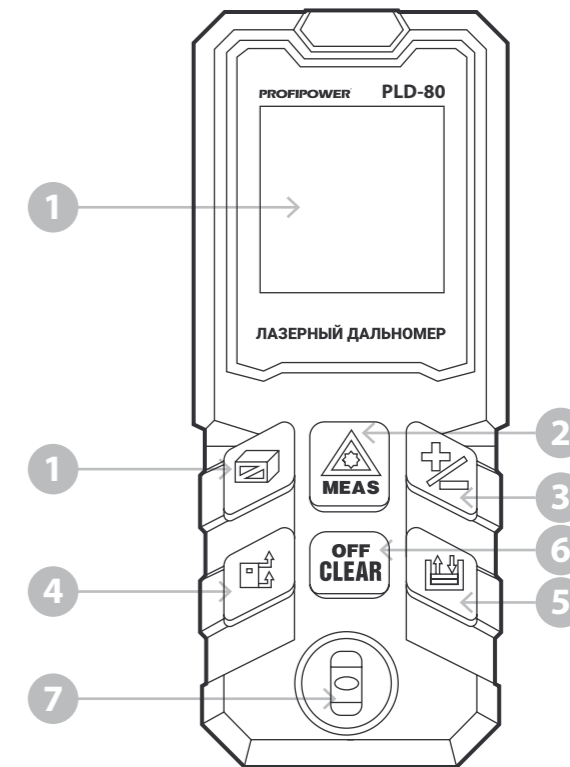

Рисунок 1.5. Устройство инструмента
1. Включите прибор нажатием на кнопку «2» (рисунок 1.5), на дисплее отобразится символ батареи и все четыре строки дисплея в виде прочерков.
Длительно нажмите кнопку «4», (рисунок 1.5), чтобы переключить единицы измерения. m (метры), ft (футы), in (дюймы).
Включите прибор. Нажмите на кнопку «2» (рисунок 1.5) - включится лазерный целеуказатель и на дисплее высветится результат измерения.
Эта функция позволяет пользователю измерять максимальное или минимальное расстояние от точки измерения. Например, измерьте разницу между диагональным расстоянием (максимальное значение измерения) или горизонтальным расстоянием (минимальное значение измерения) или максимальным значением или минимальным значением помещения. Удерживайте кнопку «2» (рисунок 1.5), пока
Нажмите кнопку «2» (рисунок 1.5), чтобы остановить непрерывное измерение. Соответствующее максимальное или минимальное измерение отображается на дисплее, так же отобразится разница между максимумом и минимумом и на дисплее отобразится последнее измерение.
Включите прибор коротким нажатием на кнопку «2» (рисунок 1.5). После того, как прибор включился, нажмите и удерживайте кнопку «2» (рисунок 1.5), для включения режима непрерывного измерения. Соответствующий значок будет отображен в левом верхнем углу дисплея. При этом если активен зуммер, звук постоянно будет раздаваться во время непрерывного измерения. Чтобы остановить непрерывное измерение и выйти из этого режима нажмите коротко кнопку «2» (рисунок 1.5).
Последовательно нажимайте кнопку «4» (рисунок 1.5), до тех пор, пока на экране не отобразится знак. Нажмите кнопку «2» (рисунок 1.5), измерьте одну грань участка, затем снова нажмите кнопку «2» (рисунок 1.5), и измерьте вторую грань, после чего прибор автоматически произведет подсчет значения площади и отобразит его в основной зоне дисплея.
Последовательно нажимайте кнопку «3» (рисунок 1.5), до тех пор, пока на экране не отобразится знак. Нажимая кнопку «2» (рисунок 1.5), поочередно измерьте все три грани, после чего прибор автоматически произведет подсчет значения объема и отобразит его в основной зоне дисплея в соответствующих единицах измерения.
Для косвенного измерения длины последовательно нажимайте на кнопку «3» (рисунок 1.5) пока на дисплее
не высветится значок  и не появится обозначение для измерения по теореме Пифагора мигающей гипотенузой. Мигание гипотенузы означает, что Вы можете измерить первое расстояние: нажмите на кнопку «2» (рисунок 1.5), - на верхней строчке отобразится значение (1), еще раз нажмите на кнопку «2» (рисунок 1.5), чтобы измерить второе расстояние (2). На второй строчке высветится результат измерения. Результат мгновенно будет высвечен на третьей строчке. (Искомый «X» см. рисунок выше).
В данном варианте необходимо измерить расстояние X, где X - сторона BC треугольника ABC. Последовательно нажимайте на кнопку «3» (рисунок 1.5), пока на дисплее
Следуя подсказкам на дисплее измерьте первое расстояние нажатием на клавишу «2» (рисунок 1.5), далее нажатием на кнопку «2» (рисунок 1.5), измерьте второе, а затем третье расстояние. Результат отобразится в нижней части дисплея.
Лазерный дальномер оснащен памятью последних десяти измерений (10 ячеек памяти). Для просмотра сохраненных значений, последовательно нажимайте кнопку «3» (рисунок 1.5), пока на дисплее не отобразится значение «01». Для пролистывания сохраненных результатов последовательно нажимайте кнопку «+/-». Всего доступно 10 ячеек для хранения результатов измерений.